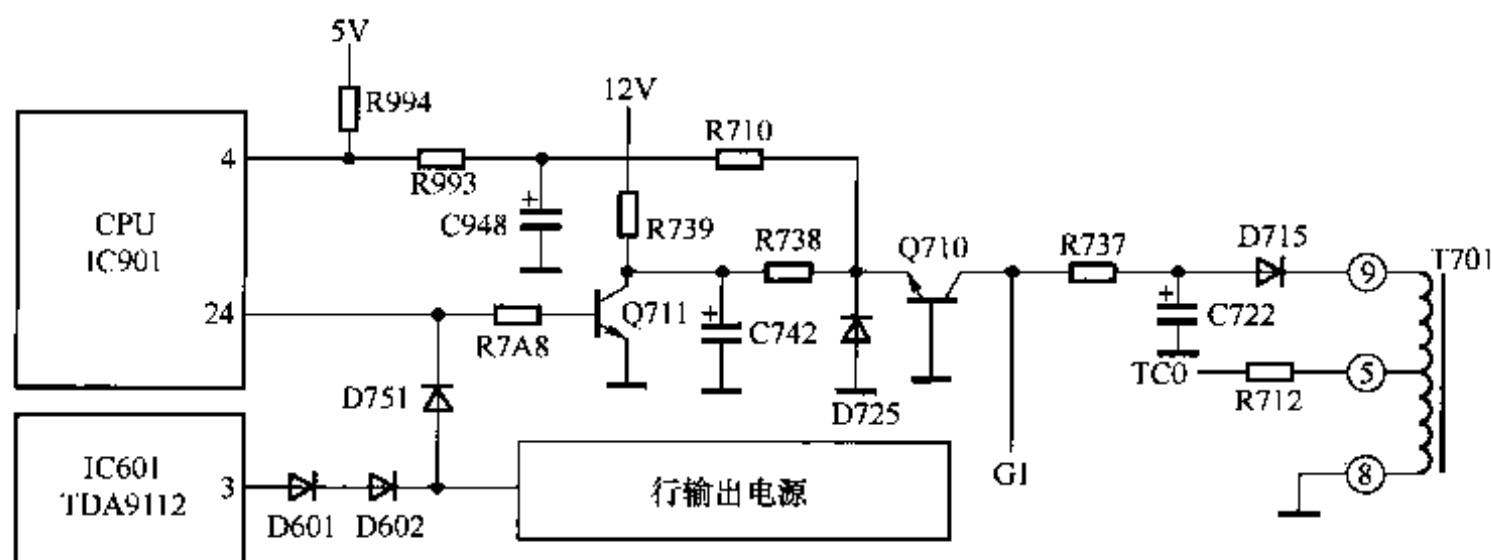

图 9-5 MAG 786FS/985FS/786PF 型彩显的亮度控制电路
亮度控制电路是由微处理器 IC901 和相关元器件构成的，如图 9-5 所示。
如图 9-5 所示，开机瞬间或模式变换瞬间，因显示卡不能及时输出正常的行场同步信号，经微处理器 IC901 识别后，令其静噪控制端②脚输出高电平静噪电压，该电压经 R7A8 使 Q711 饱和导通，致使 Q710 的 e 极的供电电压消失，使 Q710 的 c 极没有正电压输出，于是显像管栅极 G1 的负压达到最大，显像管阴极停止发射电子，荧光屏上的光栅消失，避免了屏幕上出现行不同步等异常现象。